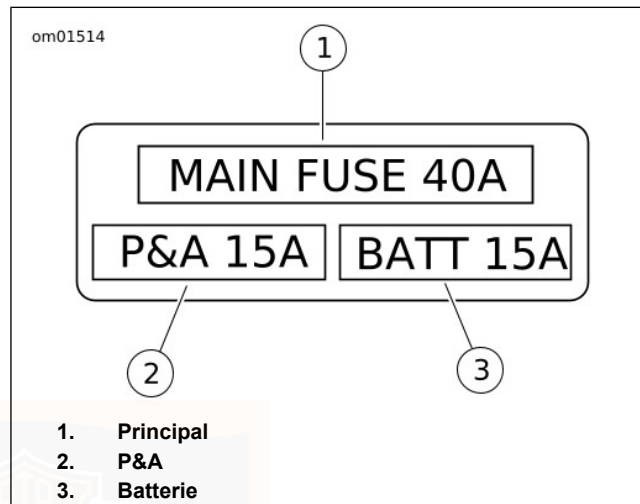

Figure 52. Bloc fusibles
Voir Figure 52. La moto est équipée des trois fusibles suivants pour protéger les systèmes électriques.
3. Voir Figure 52. Remplacer le fusible suspect par un **nouveau** fusible.